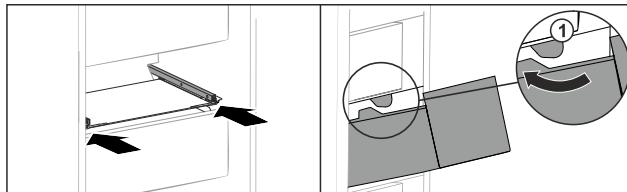

Fig. 95
- ▶ Før skuffen omkring stoppe Fig. 95 (1).